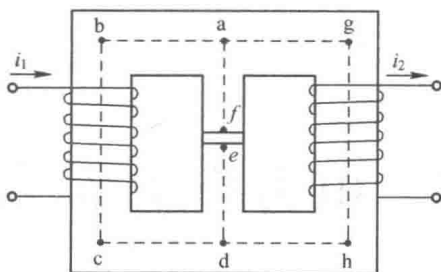

图 1-2 磁路铁心示例
1. 图 1-2 所示的铸钢铁心线圈内通入电流产生磁动势 1500 A, 其尺寸见表 1-1, 试求下列三种情况下, 右边线圈应加的磁动势值: